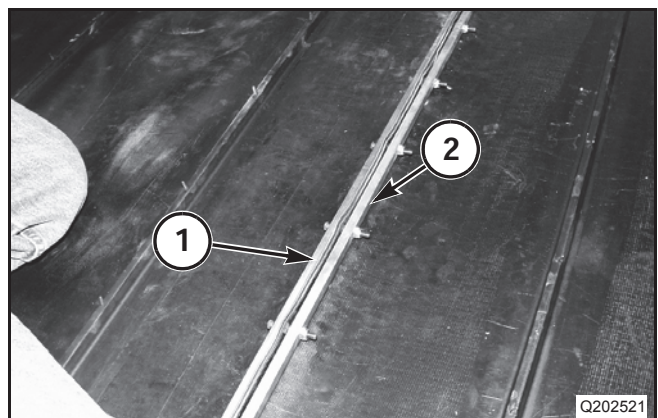

FIG. 24
FIG. 24: Tire las extremidades de la lona (draper) al mismo tiempo. Alinee los orificios de una de las barras de fijación de la lona (1) con los huecos en la extremidad de la lona (draper), lo más cerca posible de la apertura de la plataforma.